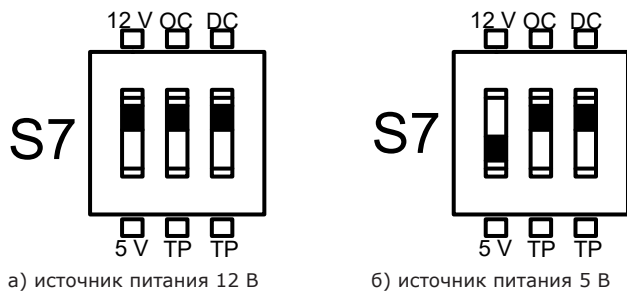

Рисунок 2.36 — Установка переключателя S7, тип выходного сигнала энкодера «открытый коллектор»
- открытый коллектор. В зависимости от напряжения питания энкодера установить положение первого тумблера (слева) для источника питания 12 В – вверх или для источника питания 5 В – вниз. Установку положения второго и третьего тумблеров произвести вверх (см. рисунок 2.36).